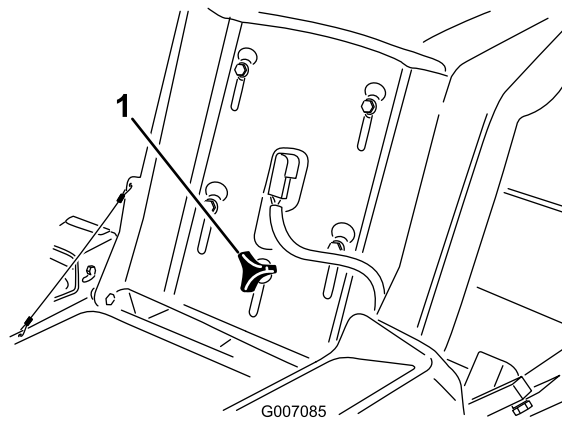

Figure 17
1. Soulevez le siège et desserrez les boutons de réglage jusqu'à ce que vous puissiez déplacer le siège (Figure 17).